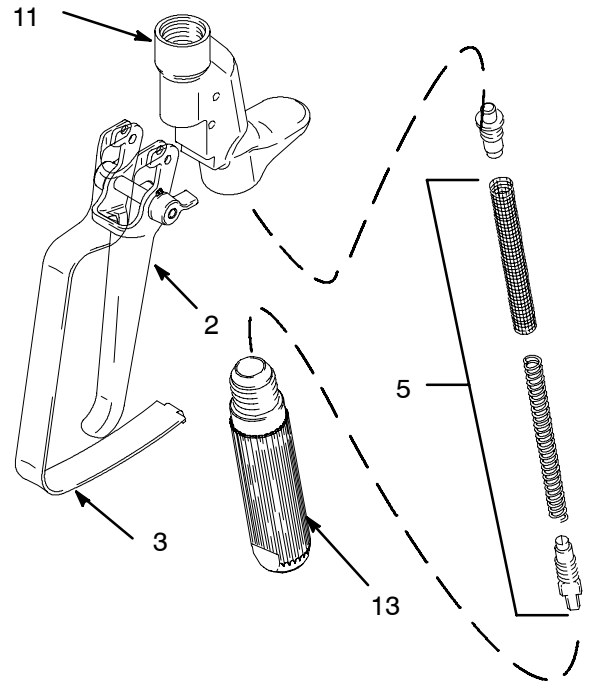

Abb. 6
Filter reinigen (Abb. 6)
3. Abzugsschutz (3) entfernen. (Abb. 6)
4. Finger leicht gegen den Abzug drücken. Mit einem 5/16" Einmaulschlüssel die Sicherungsmutter(D) im Uhrzeigersinn drehen, bis der Abzug ganz leicht zurückgezogen wird.